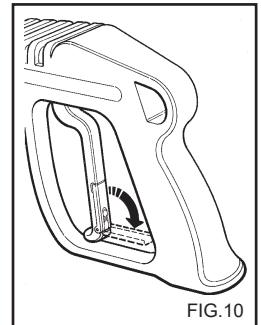

FIG.10
- Når rengjøringsmaskinen ikke er i bruk må sikkerhetsanordningen på håndtaket lukkes (fig 10).